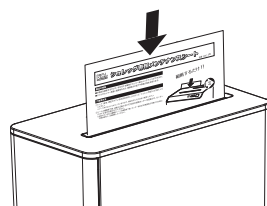

図1
- 細断能力が低下し、頻繁に細断くすがつまるような場合は、弊社のシュレッド専用メンテナンスシート(NSE-MSA5)を図1のように細断するか、ボトル入りの専用オイル(ISO-030)で図2のようにオイルシートを準備し、そのまま細断してカッター部をお手入れしてください。